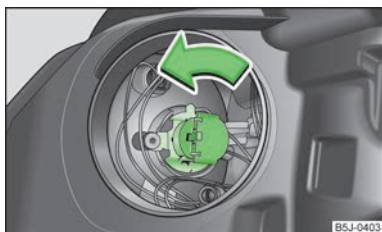

Fig. 146
- Rotiți până la refuz conectorul împreună cu becul cu incandescență în sens anti-orar și extrageți-l » fig. 146.